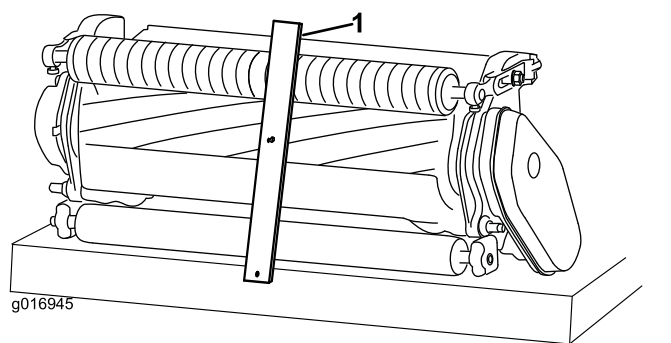

Figura 15
- Agganciate la testa della vite dell'indicatore dell'altezza di taglio sul lato destro del tagliante della controlama e appoggiate la parte posteriore della barra sul rullo posteriore (Figura 15).